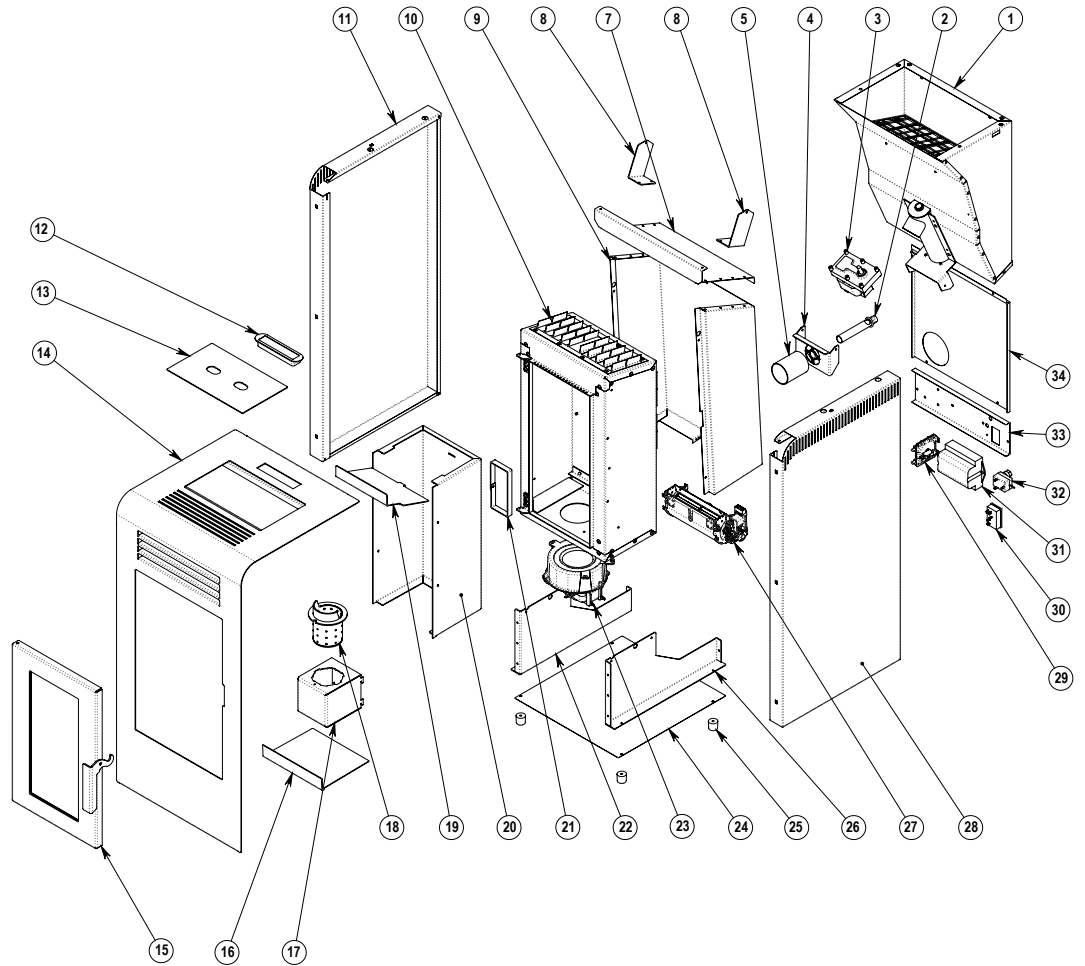

Figure 1
11. Compruebe que la estufa tenga la proporción correcta de aire/combustible controlando la llama en cada una de las cinco posiciones de combustión. Ver ilustración 1. Regule la proporción aire/combustible si hiciera falta. La regulación de la proporción de aire/combustible la tiene que realizar un técnico de servicio Qlima reconocido.